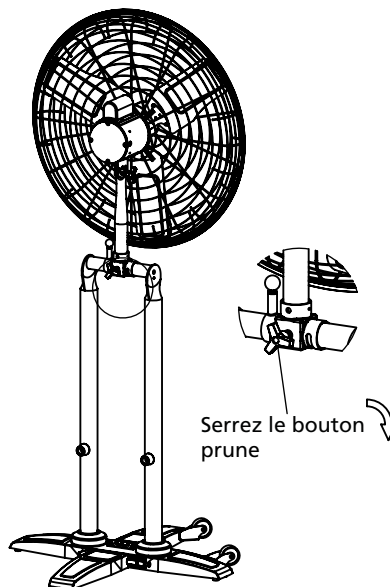

Figure 8
7. Verrouillez en position en serrant le bouton prune. (Figure 8)